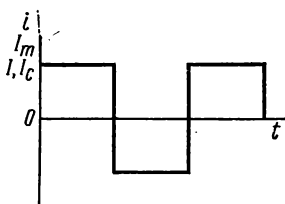

Рис. 2.47
2. Если кривая переменного тока несинусоидальна, то коэффициенты амплитуды и формы отличаются от указанных значений. Кривые могут иметь заостренную и уплощенную форму. Чем острее форма кривой, тем больше эти коэффициенты, для уплощенной кривой они близки к единице. Если полуволна имеет прямоугольную форму (рис. 2.47), то это равносильно постоянному току за полупериод, поэтому $k_a = k_\phi = 1$.